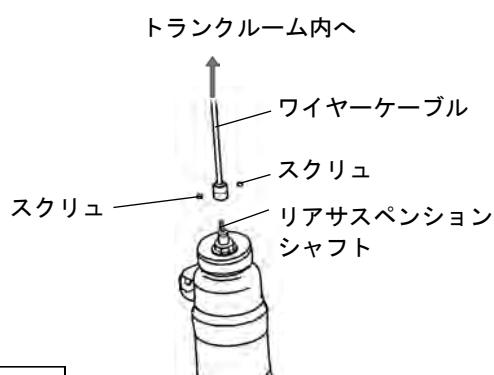

図5-2
2. リアサスペンションASSYシャフト先端にワイヤーケーブルを取り付けてください。（図5-2）